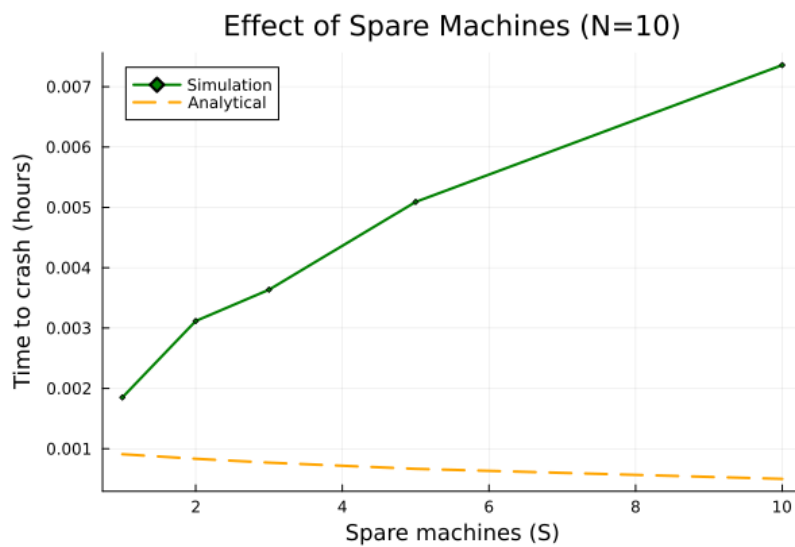

Рисунок 4.15: Эффект запасных машин
- эффективность наличия запасных машин (рис. 4.15);